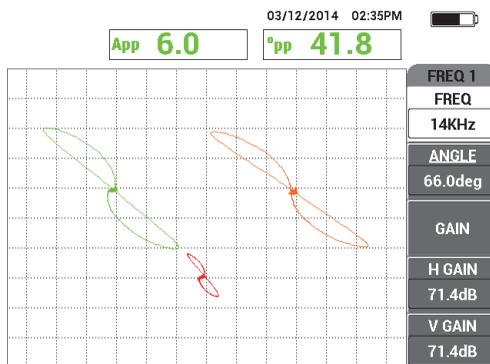

Рис. 5-146 Сканирование сквозного отверстия
16. Поместите преобразователь около сквозного отверстия, нажмите педаль NULL (Обнулить) и просканируйте отверстие, двигая ВТП на себя (см. Рис. 5-146 на стр. 243).